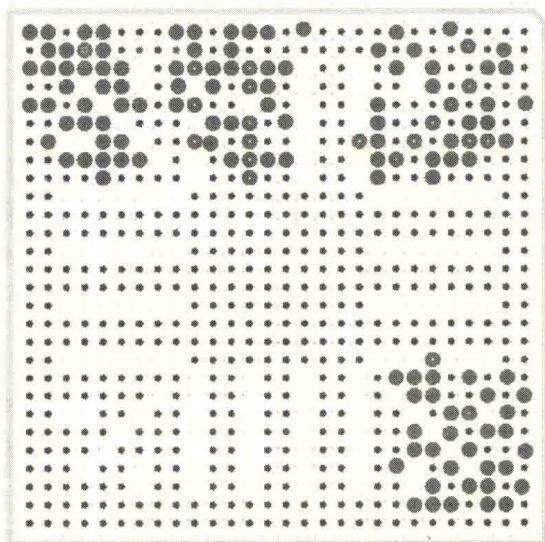

图 11-3 被标记的 FPGA
(2) 按照相同的操作方法可以把调整 Bank 在 PCB 中进行标记，如图 11-3 所示。